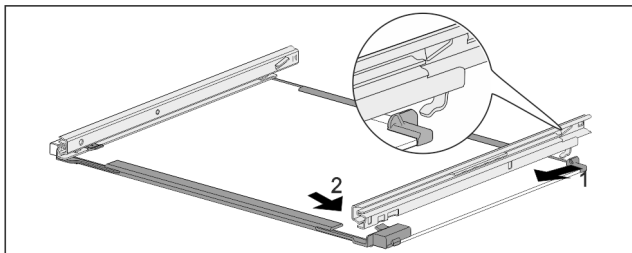

Fig. 184 Tablette en verre avec rails
- ▶ Accrocher le rail à l'arrière. Fig. 184 (1)
- ▶ Accrocher le rail à l'avant. Fig. 184 (2)